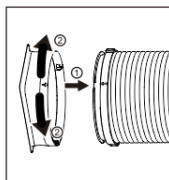

Abb. 1
- 1) Richten Sie die beiden Pfeile des Schlaucheingangsanschlusses und des Schlauchs aus und setzen Sie ein; drehen Sie den Schlaucheingangsanschluss im oder gegen den Uhrzeigersinn um etwa 60°; (Abb. 1)